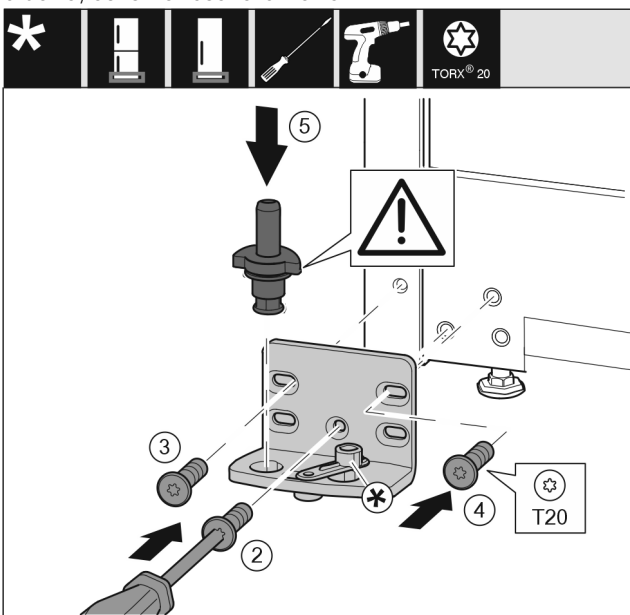

Fig. 15
- ▶ Helyezze fel a csapágybakot a másik oldalra, és csavarozza fel csavarhúzóval. Kezdje alul, a középső csavarral Fig. 15 (2).
- ▶ Húzza meg a csavart Fig. 15 (3) és a csavart Fig. 15 (4).
- ▶ Helyezze be teljesen a csapszeget Fig. 15 (5). Ügyeljen közben arra, hogy a reteszelő bütyök hátrafelé mutasson.